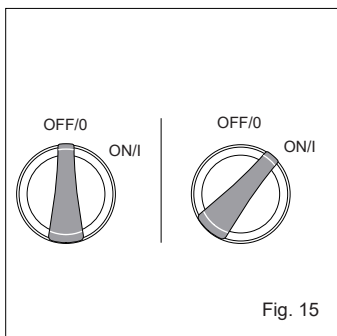

Fig. 15
- Asegúrese de que el interruptor “ON / OFF” esté en la posición “OFF”. El interruptor de encendido tiene símbolos internacionales para “encendido” y “apagado”: encendido (I) apagado (O), (Fig. 15).